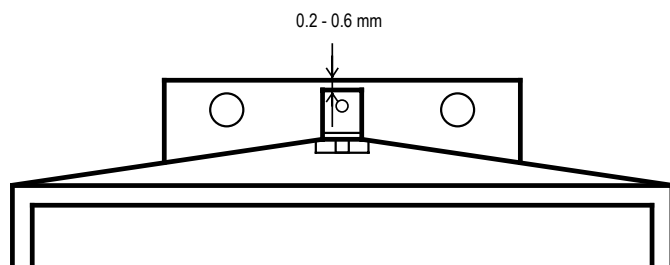

Fig. 6
- Contrôler le zéro de la tige hélicoïdale, voir Fig. 6.